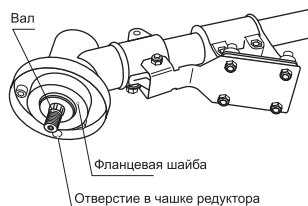

Рис. 6
■ Совместите отверстие в фланцевой шайбе с отверстием в чашке редуктора (рис. 6).